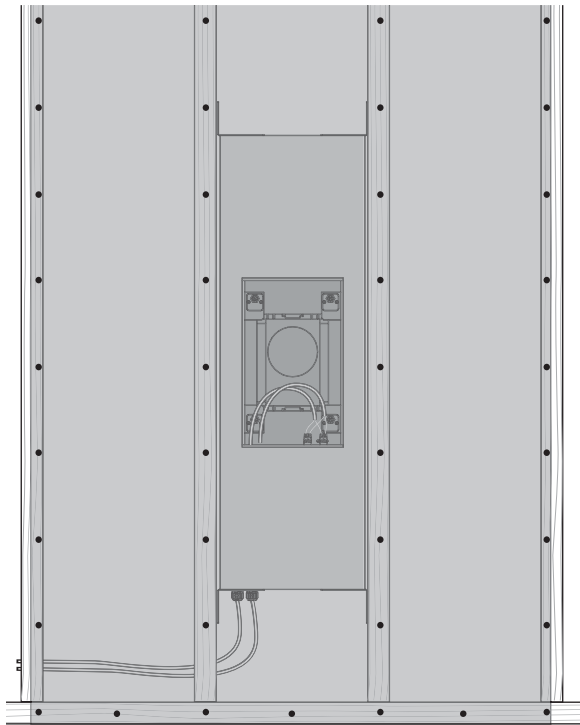

Fig. 6. Parafusos de drywall.
1. A instalação de drywall em torno da localização da lata traseira é melhor feita usando uma única folha grande com a linha central vertical centrada sobre a linha central vertical traseira da lata (Fig. 6). Alternativamente, a tampa pode ser deixada e a parede de gesso instalada em quatro seções ao redor da tampa.